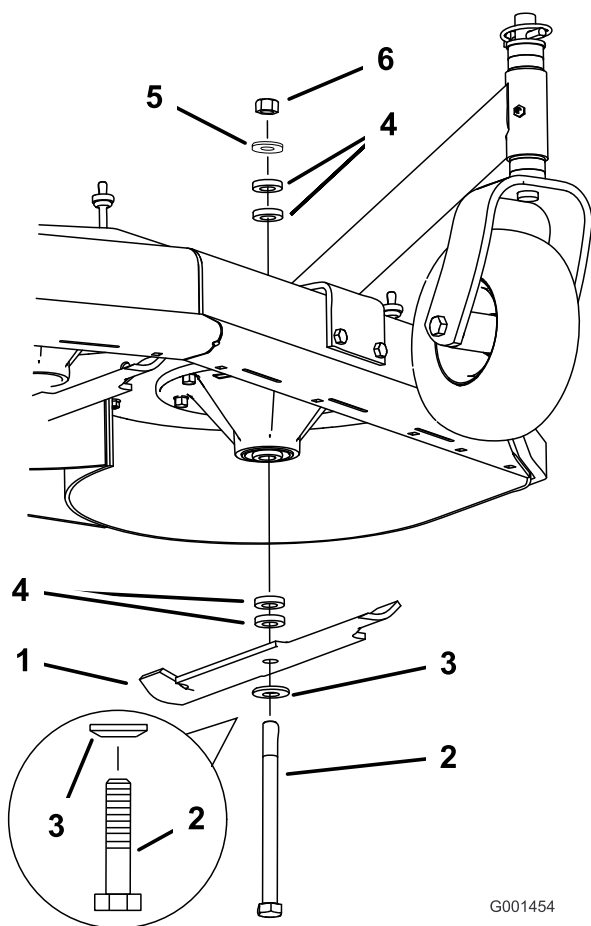

Рисунок 15
4. Удерживая болт ножа, выверните гайку. Выньте болт снизу из шпинделя и измените количество проставок, как необходимо (Рисунок 15).
- Установите болт, изогнутую шайбу, нож, добавьте дополнительное количество проставок и закрепите их с помощью тонкой шайбы и гайки (Рисунок 15).